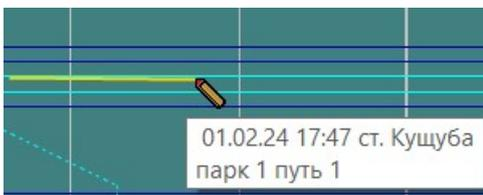

Рис.105. Рисование стоянки.
8. Для рисования стоянки первое и второе указание «мыши» нужно сделать на одном и том же станционном пути с разными временами (см. рис. 105).